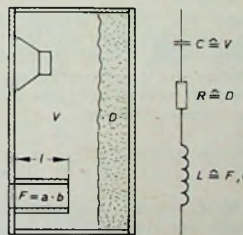

Bild 17. Baßreflexbox mit dem zugehörigen Ersatzschaltbild
Diese Gehäuseform (Bild 17) ist häufig anzutreffen. Sie besteht aus einem Kasten mit den Innenmaßen  $A$ ,  $B$  und  $C$ , an dessen Vorderseite der Tieftonlautsprecher angebracht ist. Eine zweite Öffnung mit der Fläche  $F$  befindet sich an anderer Stelle, meistens auch vorn.
Eine Baßreflexbox nach Bild 17 hat das Volumen  $V = A \cdot B \cdot C = 0,4 \cdot 0,5 \cdot 1 = 200 \cdot 10^{-3} \text{ m}^3$ . Die zweite Öffnung hat die Fläche  $F = 0,05 \cdot 0,12 = 6 \cdot 10^{-3} \text{ m}^2$ . Der Rohrstutzen ist  $l = 0,2 \text{ m}$  lang. Die Eigenfrequenz (Helmholtz-Frequenz) beträgt nach Gl. (34)